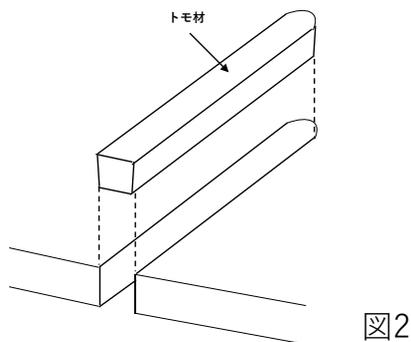

図2
- ・ この時、トモ材の大きさは取り除いた形状の大きさより1mm程度大きくしてください。(図2)